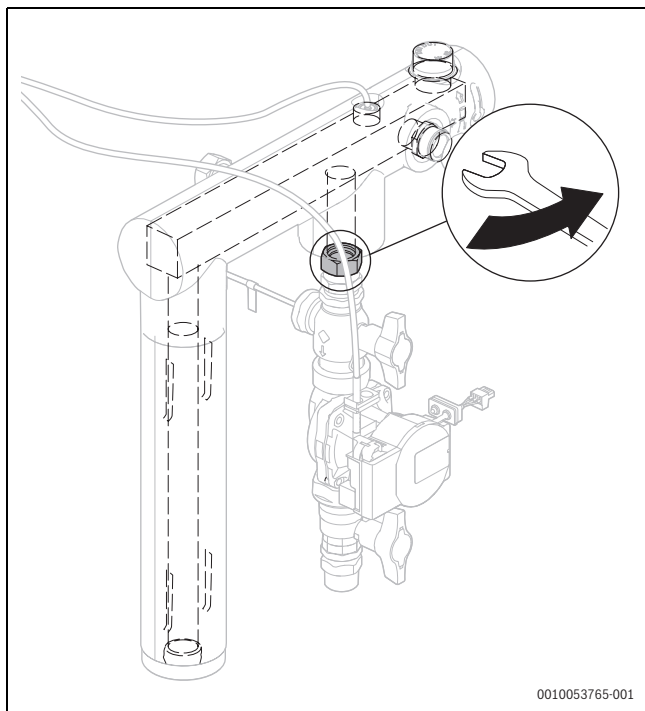

Bild 6 Lösen der Überwurfmutter
- ▶ Überwurfmutter oberhalb des oberen Kugelhahns lösen und Pumpenstrang um 90° nach rechts drehen Bild 6.